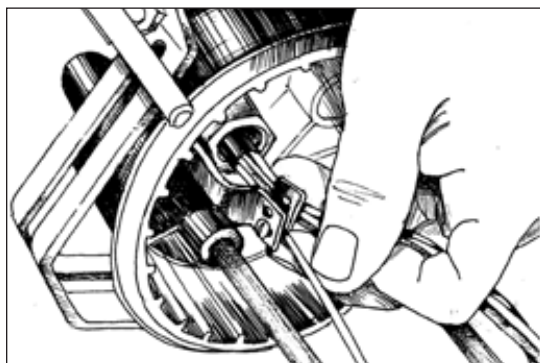

Рисунок 4.9 - Крепление ЦСЭ в пластине кронштейна
4.1.18 Закрепить ЦСЭ в пластине кронштейна (рисунок 4.9), отрезать его лишнюю длину с помощью кусачек боковых или тросокусов в 10 мм от края пластины.